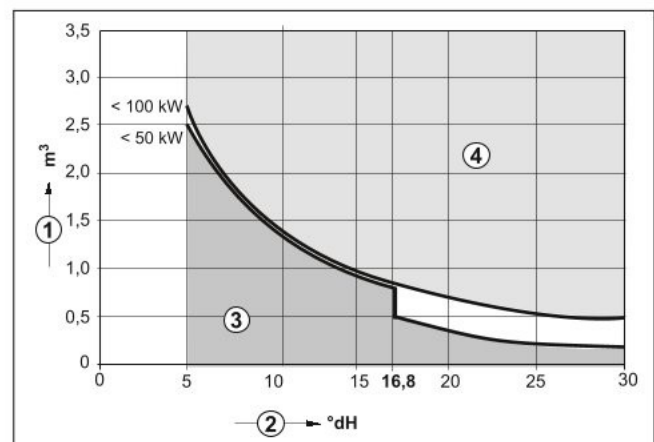

Bild 1 Anforderungen an Füllwasser für Einzelkessel bis 100 kW
- Ausschließlich unbehandeltes Leitungswasser verwenden (Diagramm in Bild 1 dabei berücksichtigen).
Zur Überprüfung der zugelassenen Wassermengen in Abhängigkeit der Füllwasserqualität dient das Diagramm in Bild 1.
- Wenn die tatsächlich benötigte Füllwassermenge größer ist als das Wasservolumen über die Lebensdauer (→Bild 1), ist eine Wasserbehandlung erforderlich. Dabei nur durch Buderus freigegebene Chemikalien, Wasseraufbereitungsmittel o. Ä. einsetzen.